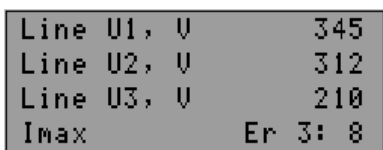

Рисунок 5.16 - Індикатор UBZ-304 в режимі Перегляд вимірюваних і обчислюваних параметрів (за наявності аварії)
- в четвертому рядку індикатора з'являється повідомлення про аварію (рис. 5.16) (код аварії відповідає таблиці 5.13);